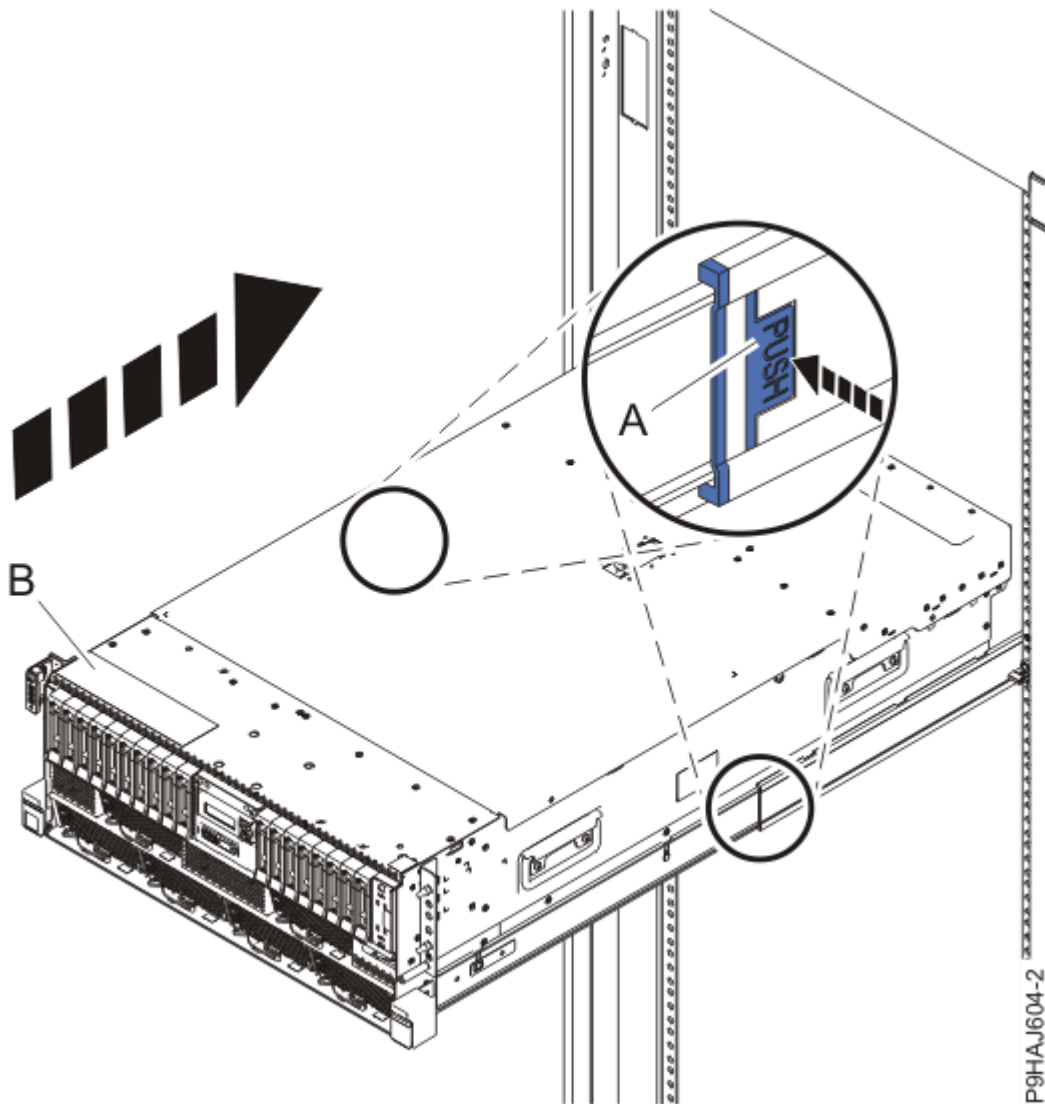

Abbildung 34. System in die Betriebsposition bringen
3. Entsperren Sie bei einem Einschubsystem die blauen Schienensicherungsverriegelungen (**A**), indem Sie sie nach innen drücken (siehe Abbildung 34 auf Seite 36).